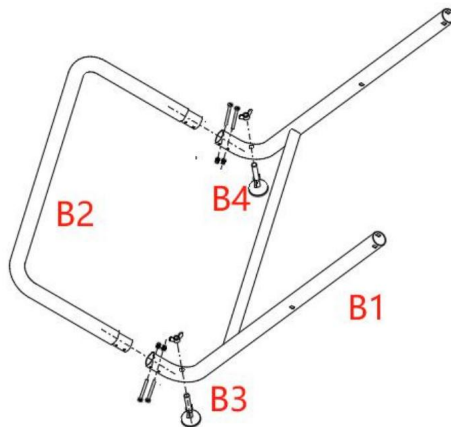

Figura 2
(Figura 2)
4. Coloque la pieza B1 plana como se muestra en la Figura 2, alinee los tubos de acero de la pieza B2 con los orificios de la tubería de acero en ambos extremos de la pieza B1, insértelos y alinéelos con los pequeños agujeros en el lateral. Tome dos M5 * 35 tornillos y rosca a través de la cara exterior, luego apriete la tuerca de nailon M5. Bloquee la otra Perno de la misma manera.